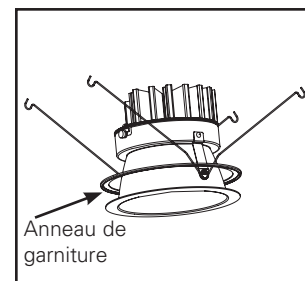

Figure 32.
4. L'anneau de garniture (optionnel) devrait être placé sur le réflecteur de façon à ce qu'il repose entre la membrure du réflecteur et le plafond lorsqu'il est installé (Figure 32).